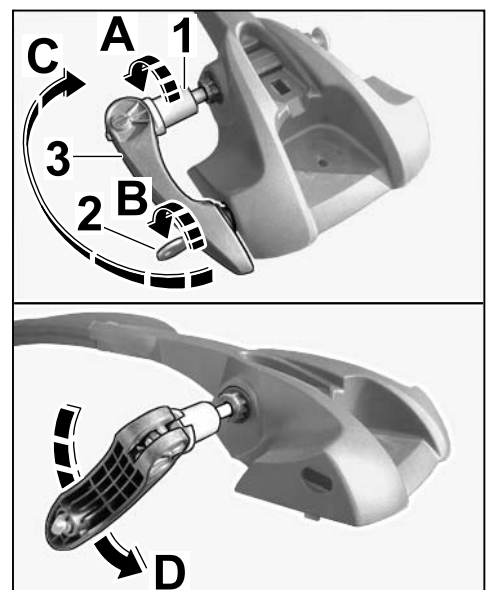

Figura 30
7.1.1 Girar el casquillo de ajuste hasta el tope (⇒ *Figura 30-A*).
7.1.2 Abrir la cerradura de la palanca tensora (⇒ *Figura 30-B*).
7.1.3 Abrir la palanca tensora y girarla 180° hacia atrás (⇒ *Figura 30-C*).
7.1.4 Girar la palanca tensora 90° hacia abajo (⇒ *Figura 30-D*).